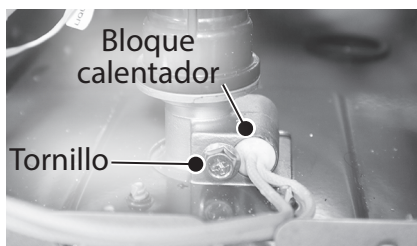

Figura 26 - Ubicación del bloque calentador
- 14** Ubique el mazo de cables inferior del bloque calentador. Para conocer la ubicación, consulte la Figura 26.
- 18** Retire el bloque calentador B1 de la conexión de agua de entrada y déjelo a un lado para volver a instalarlo. Consulte la Figura 26.